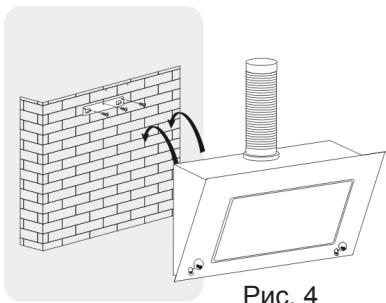

Рис. 4
- Установите кухонную вытяжку на крюки. После корректировки положения зафиксируйте с помо-щью закрепительного винта. См. Рис.4.